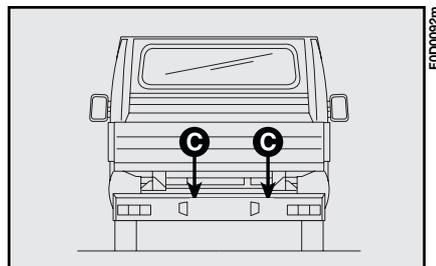

fig. 3
– afloje los dos tornillos **C-fig. 3** que se pueden ver por el lado interno del parachoques (versiones chasis cabina / camioneta);